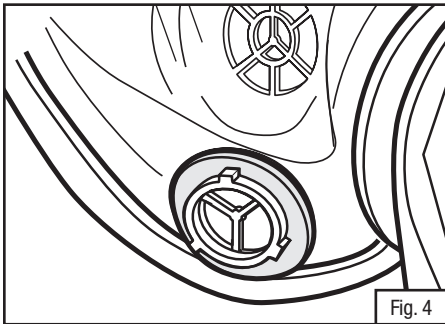

Fig. 4
2. Instale los empaques nuevos en los accesorios tipo bayoneta del puerto de inhalación de la pieza facial. Asegúrese que los empaques estén en la posición correcta debajo de las tres orejetas tipo bayoneta (Fig. 4).